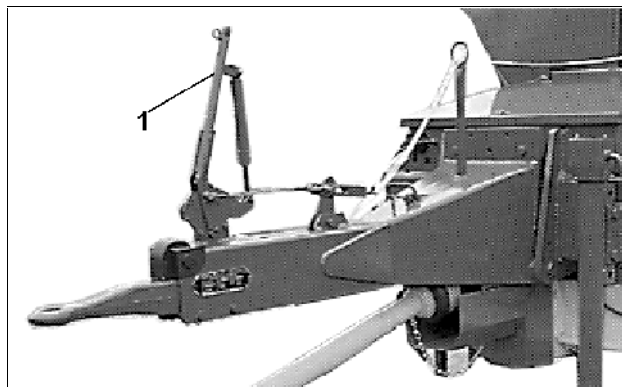

Fig. 19
- Avant de dételer l'épandeur centrifuge du tracteur, il faut serrer le frein à main de stationnement (Fig. 19/1) anzuziehen.